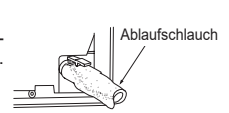

Abbildung 4
- Achten Sie bitte beim Anschließen des Ablaufschlauchs an das Hart-PVC-Rohr darauf, den Schlauch fest und sicher in das Rohr einzusetzen. (Abbildung 4)
- 5) Führen Sie den Ablaufschlauch in die Ablassmulde hinten rechts an dem Innengerät ein. (Abbildung 4)
- 6) Führen Sie den Ablaufschlauch durch die Wanddurchbruchhülse (C) und haken Sie den oberen Teil des Innengerätes an der Montagetraverse (1) ein. Bewegen Sie das Innengerät dann vollständig nach links, damit Sie die Verrohrung einfacher an der Rückseite des Geräts anbringen können.
- Kelchen (Abbildung 4, 5). Achten Sie darauf, dass das Kupferrohr die in der Tabelle angegebenen Abmessungen einhält. Wählen Sie A mm aus der Tabelle in Übereinstimmung mit dem verwendeten Werkzeug.